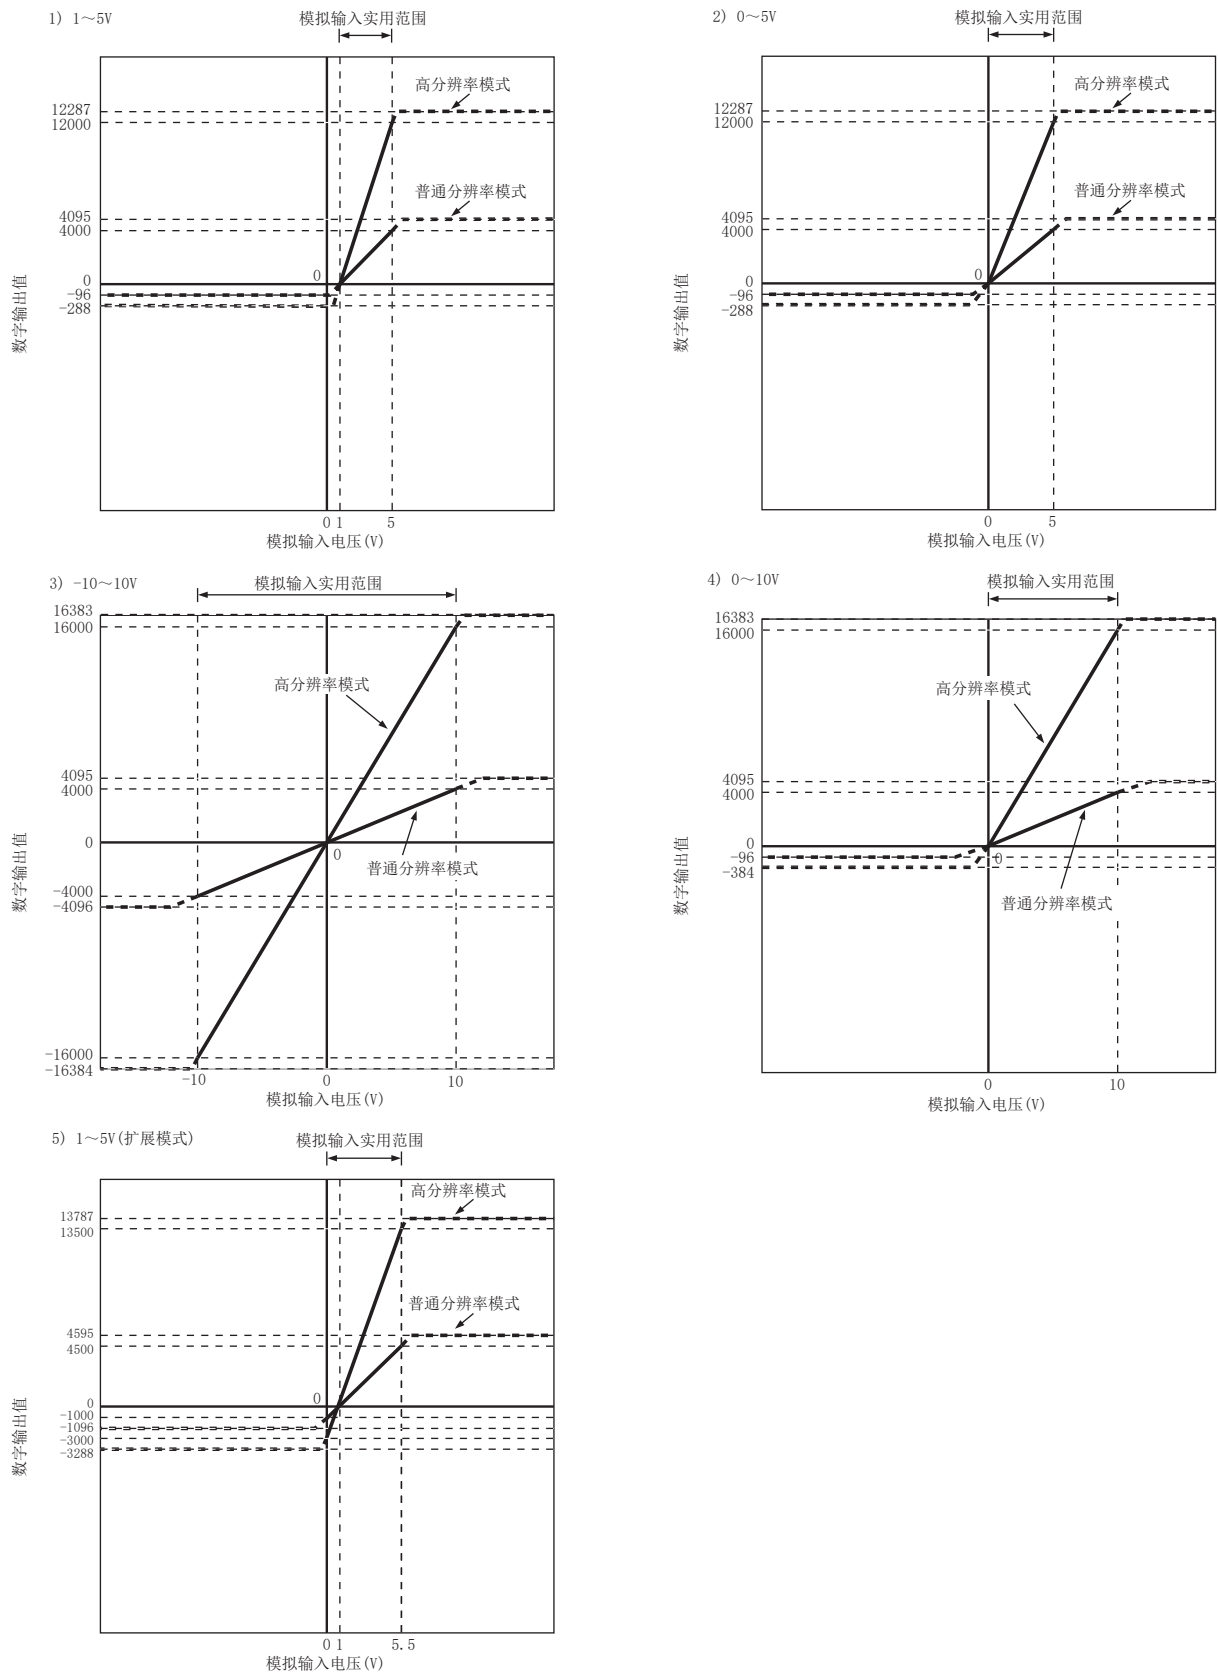

图 3.2 电压输入特性
电压输入特性图如图 3.2 所示。
- (1) 应在各输入范围的模拟输入实用范围以及数字输出实用范围的范围内使用。如果超过了该范围，最大分辨率、精度有可能无法保证在性能规格范围内。（应避免使用图 3.2 的虚线部分。）
- (2) 如果使用了除 $-15 \sim 15\text{V}$ 以外的范围，有可能导致元件损坏。
- (3) 模拟输入超过数字输出值范围时，数字输出值将被固定为最大值或者最小值。